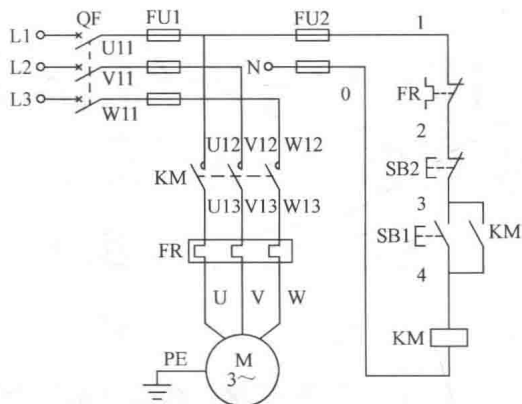

图 2-2 三相异步电动机单向连续运行控制电路原理图
识读三相异步电动机单向连续运行控制电路原理图,如图 2-2 所示,并完成以下任务。
1. 明确图 2-2 中所用电器元件名称及其作用。
2. 小组讨论图 2-2 中单向连续运行控制电路工作原理。